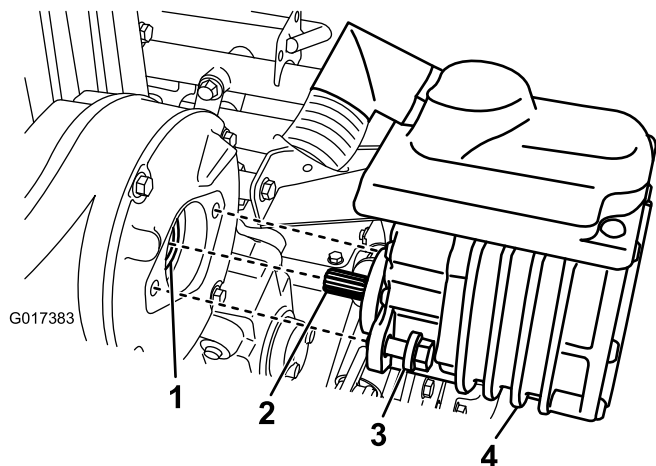

Рисунок 35
2. Отверните 2 болта крепления двигателя к корпусу трансмиссии (**Рисунок 35**).
4. Сделайте 1-2 качания смазочным шприцем в охватывающую соединительную муфту в картере коробки передач, чтобы заправить ее консистентной смазкой (**Рисунок 35**).